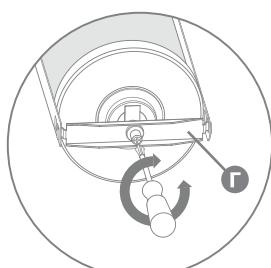

Рис. 7
4. При помощи отвертки ослабьте крепление прижимной пластины (Г) (рис. 7), удерживающей картридж, извлеките картридж (В).
5. Установите новый картридж внутри кронштейна, зафиксировав одну сторону картриджа внутри крышки, а с другой стороны закрепив прижимную пластину кронштейна. Затяните крепление прижимной пластины (Г) до упора, зафиксировав картридж (рис. 7).